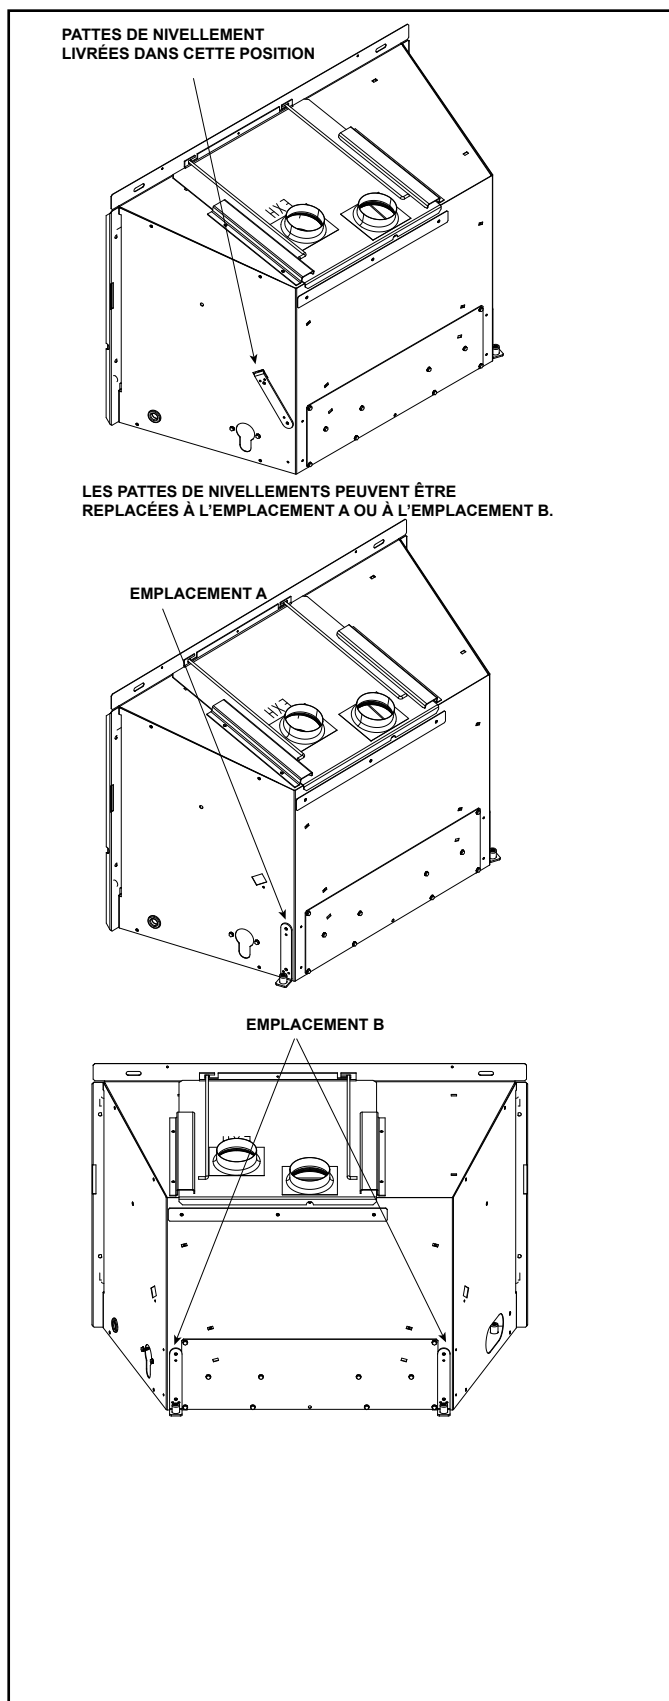

Figure 8.3
- Retirez les pattes de nivellement de la position de transport et reposez-les aux positions montrées à la Figure 8.3. Déposez les deux vis qui fixent la patte de nivellement sur le côté du poêle. Renversez la patte de manière à ce que le pied soit orienté vers le bas et vers l'extérieur. Alignez les deux trous de la patte avec les trous sur le poêle et fixez la patte au moyen des vis. Voir la Figure 8.3.